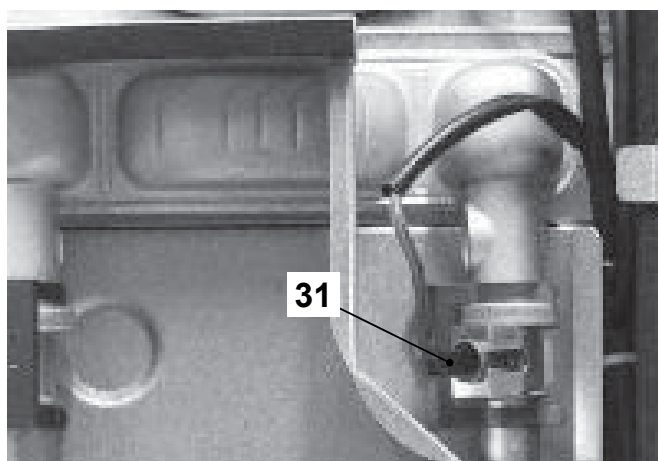

рис. 8.3
- Отсоедините провод от датчика-зонда NTC отопления / Максимальная температура отопления 31 в рис. 8.3
- Опять подсоедините провод к датчику-зонду NTC отопления / Максимальная температура отопления 31 в рис. 8.3